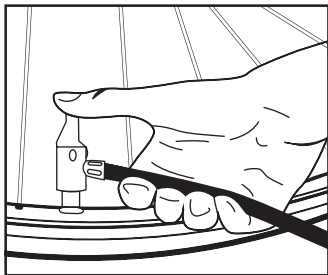

рис. 3
1. Наденьте патрон на золотник шины и зафиксируйте его опустив “лепесток” (рис. 3, 4)